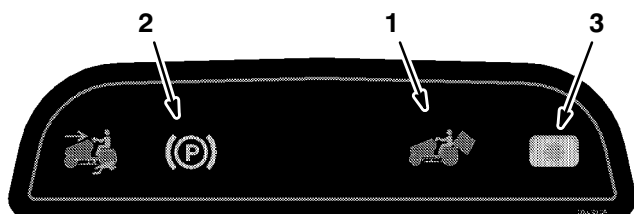

Figure 4
**Remarque :** Le voyant de frein de stationnement s'allume sur le tableau de bord lorsqu'on serre le frein de stationnement (Fig. 4).
**Remarque :** Le voyant de PdF s'allume sur le tableau de bord pour indiquer que la PdF est embrayée (Fig. 4).
Le voyant avertisseur (Fig. 4) s'allume et un signal sonore se déclenche lorsque le collecteur d'herbe est plein et qu'il est temps de le vider.